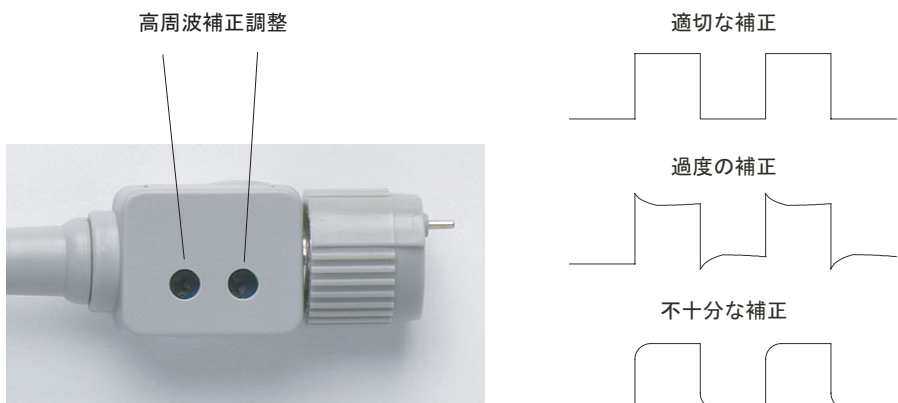

図5 高周波プローブ補正
- 4 表示された波形が図5に示す適切に補正された波形と異なる場合は、非金属製ツールを使用して、方形波ができるだけフラットになるようにプローブの2つの高周波補正調整を調整します。